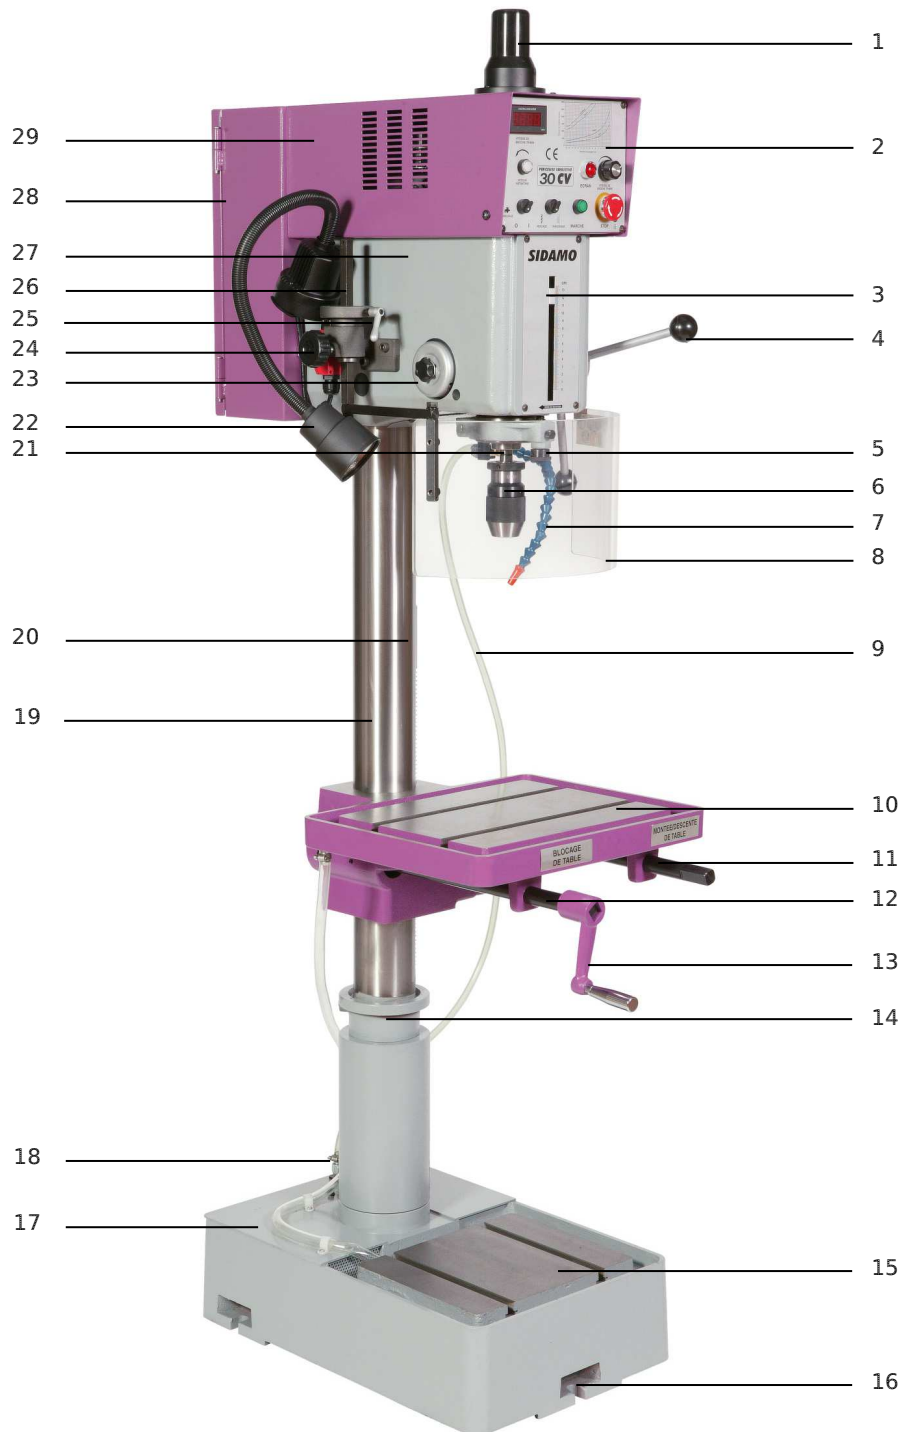

Figure 1
Prévoir des trous de fixation en correspondance des 3 points de fixation scellement base (16 fig.1) et procéder à la fixation. Fixer la machine au sol au moyen de rondelles, d'écrous et de boulons de fixation appropriés (M12) enfoncés dans le béton, de sorte qu'elle ait une position la plus stable possible.
- Le cache broche (1 fig.1).
- Les bras et les poignées de descente de broche (4 fig.1).
- La manivelle pour la « montée/descente » de table (11 fig.1) ou pour l'axe de blocage de table (12 fig.1).
- Le flexible + le robinet de liquide de coupe (7 fig.1).
- La queue de mandrin + le mandrin auto-serrant (6 fig.1) ou le mandrin porte-taraud.